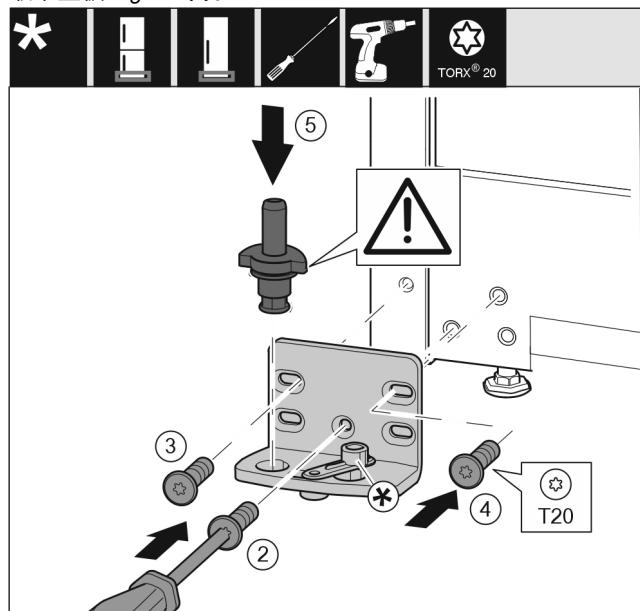

Fig. 37
- ▶ 将托架安装到另一侧，并借助螺丝刀旋紧。用螺钉 Fig. 37 (2)从底部的中心开始。
- ▶ 拧紧螺钉 Fig. 37 (3)和螺钉 Fig. 37 (4)。
- ▶ 将轴承螺栓 Fig. 37 (5)完全装入。同时注意止动凸轮需指向后方。
- ▶ 将托架安装到另一侧，并借助螺丝刀旋紧。用螺钉 (2)从底部的中心开始。\*
- ▶ 拧紧螺钉 (3)和螺钉 (4)。\*
- ▶ 将关门阻尼器连接装置 (5)旋转 180°。用螺丝刀拧紧托架的另一侧。\*
- ▶ 将轴承螺栓 (6)完全装入。同时注意止动凸轮需指向后方。\*